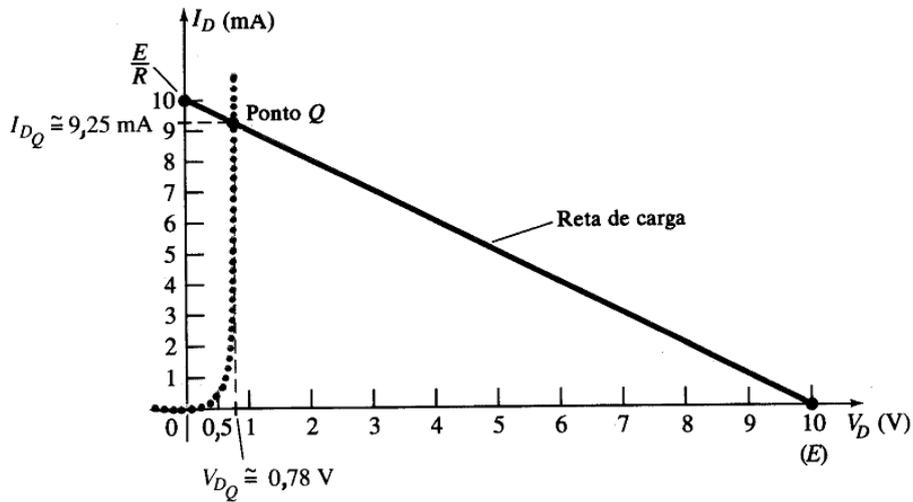

Figura 2 (Boylestad e Nashelsky, 2004). Copyright ©2002 by Pearson Education, Inc. Upper Saddle River, New Jersey 07458. All rights reserved.
- Dada a reta de carga para um circuito série com diodo, mostrada na Figura 2, pede-se: